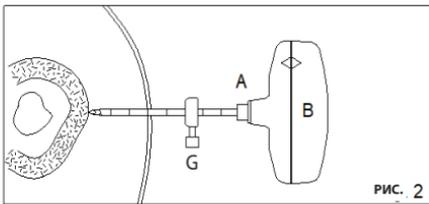

РИС. 2
РИС. 2 Передвигайте глубиномер (G) вперед до контакта с кожей, затем отодвиньте его на желаемую глубину, используя сантиметровые отметки на режущей канюле (A), чтобы обеспечить визуальную направляющую.